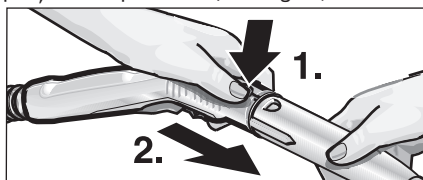

Fig. 5: Detașarea accesoriilor
- Pentru detașarea accesoriilor, apăsați butonul de dezăvoraire (C3 respectiv G3) și despărțiți părțile componente (vezi fig. 5).